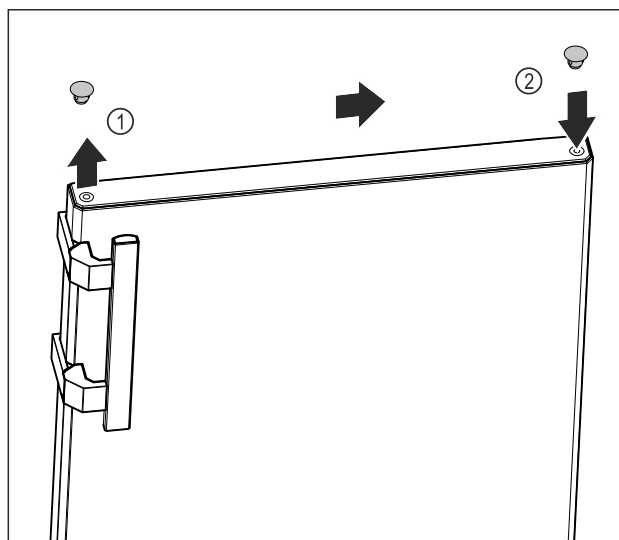

Fig. 17
- ▶ Обережно підніміть заглушки у верхній частині дверцят Fig. 17 (1) за допомогою шліцевої викрутки.
- ▶ Вставте заглушки з протилежного боку. Fig. 17 (2)